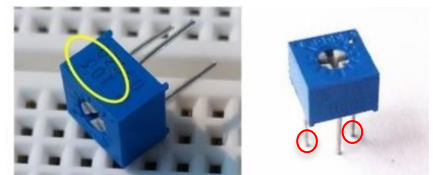
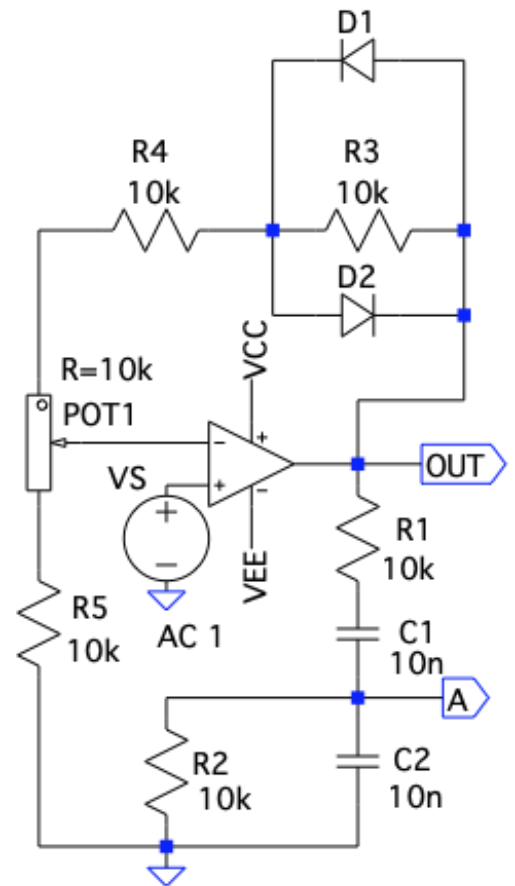

Figura 1: Trimmer
Figura 2: Circuito per la misura del loop-gain
La prima operazione da fare è individuare e selezionare i vari componenti da utilizzare (resistenze, condensatori, trimmer e diodi 1N4007, come da schema di figura 2), verificando i valori delle resistenze e misurando quelle delle capacità con il relativo errore. Prima di montare il trimmer nel circuito, verificate che abbia resistenza massima da 10 k Ω (quella risultante tra i terminali estremi cerchiati in rosso in figura 1) e che le resistenze tra quei terminali ed il contatto strisciante siano complementari.
0. Come primo passo, costruire il circuito in figura 2 formato da:
1. Regolare il guadagno dell'amplificatore e studiare la dipendenza dalla frequenza del loop gain βA_v del circuito mostrato in figura 2 attraverso i seguenti passi.
4. (facoltativo) Nelle stesse condizioni di cui al punto 1 (circuito di figura 2, con il punto A nuovamente sconnesso dall'ingresso dell'amplificatore), inviare un segnale sinusoidale in V_s di frequenza 1kHz e, al variare dell'ampiezza di quest'ultimo fino a circa 1.5V (e comunque non oltre il limite di saturazione dell'operazionale), misurare il guadagno dell'amplificatore A_v come rapporto tra le ampiezze di V_{OUT} e V_s (anche in presenza di distorsioni dell'uscita) in funzione di V_s . Riportare i dati in un grafico cartesiano A_v vs. V_s e stimare grossolanamente il limite dell'intervallo di linearità del circuito, verificando che sia consistente con la tensione di soglia dei diodi. Stimare il valore di V_s in corrispondenza dell'intersezione della curva ottenuta con il livello $A_v = 3$ e verificare che sia circa uguale ad un terzo dell'ampiezza dell'oscillazione misurata al punto 2b.